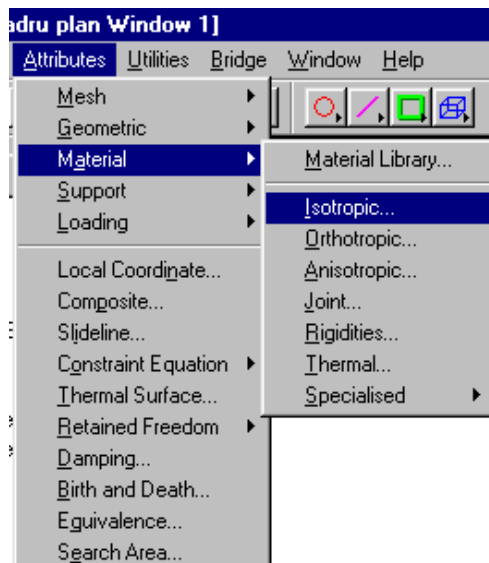

Fig. 16
- se alege opțiunea **Material, Isotropic...** (fig. 16)